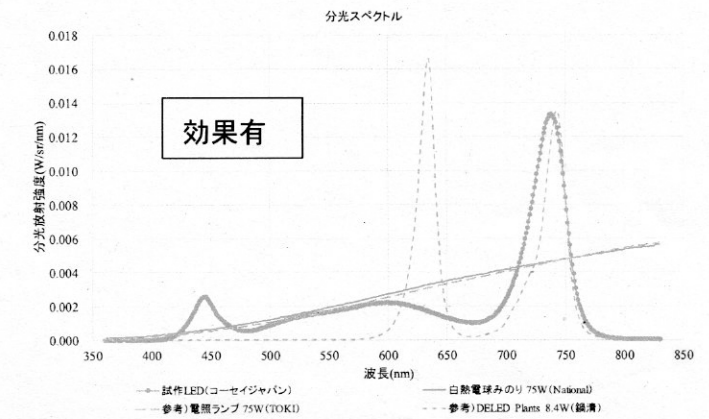

図 2 コーセイジャパン社の波長分布と放射照度（水色のグラフ）
- ・ピーク波長（738nm、遠赤）で放射照度は約 $0.013\text{W/m}^2/\text{nm}$ 、赤色光はやや少なめだった（図 2）。